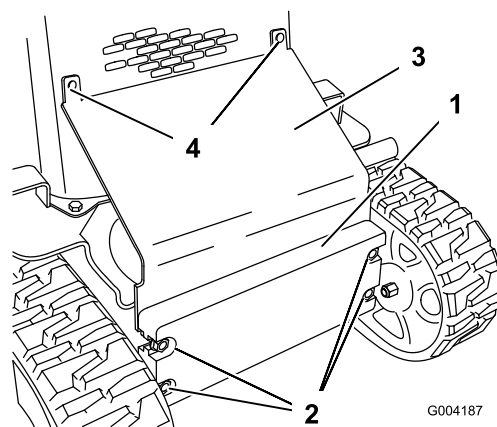

Figura 21
2. Afloje los tornillos que fijan el contrapeso delantero (Figura 21).
3. Retire los pernos de cuello cuadrado y las tuercas que fijan el protector térmico (Figura 21).
10. Deslice el protector térmico entre el bastidor y el contrapeso delantero, y fíjelo a la rejilla delantera usando los pernos de cuello cuadrado y tuercas que retiró anteriormente (Figura 21).
11. Apriete los pernos que sujetan el contrapeso delantero (Figura 21).